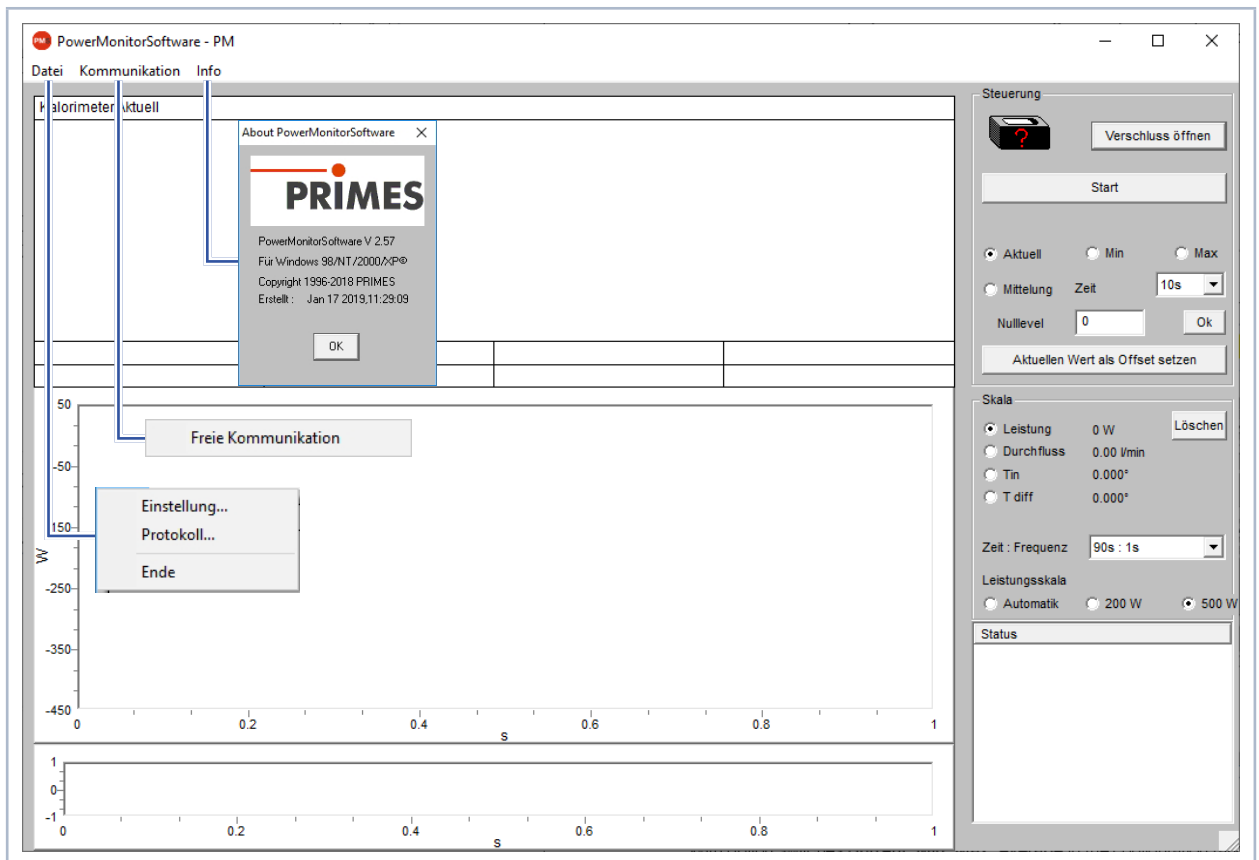

Abb. 15.1: Menüauswahl in der Menüleiste
Starten Sie die PowerMonitorSoftware PMS durch einen Doppelklick auf das PMS-Icon  auf dem Desktop oder durch Doppelklicken der Anwendung „PMS.exe“ im PMS-Verzeichnis. Die grafische Benutzeroberfläche erscheint, wie in Abb. 15.1 auf Seite 51 dargestellt.
- Ist die Position des Verschlusses nicht bekannt bzw. ist ein Öffnen-Befehl nicht korrekt ausgeführt worden, so erscheint ein Fragezeichen auf dem PowerMonitor-Symbol (siehe Abb. 15.1 auf Seite 51).